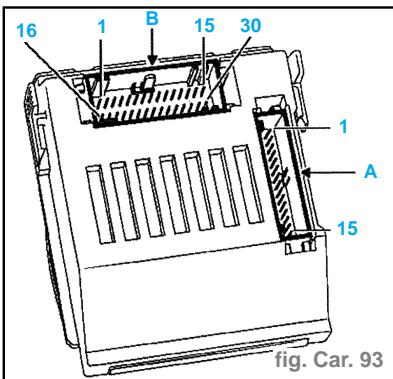

fig. Car. 93
- Connecteur 15 voies (A). (fig. Car. 93)
- Connecteur 30 voies (B). (fig. Car. 93)